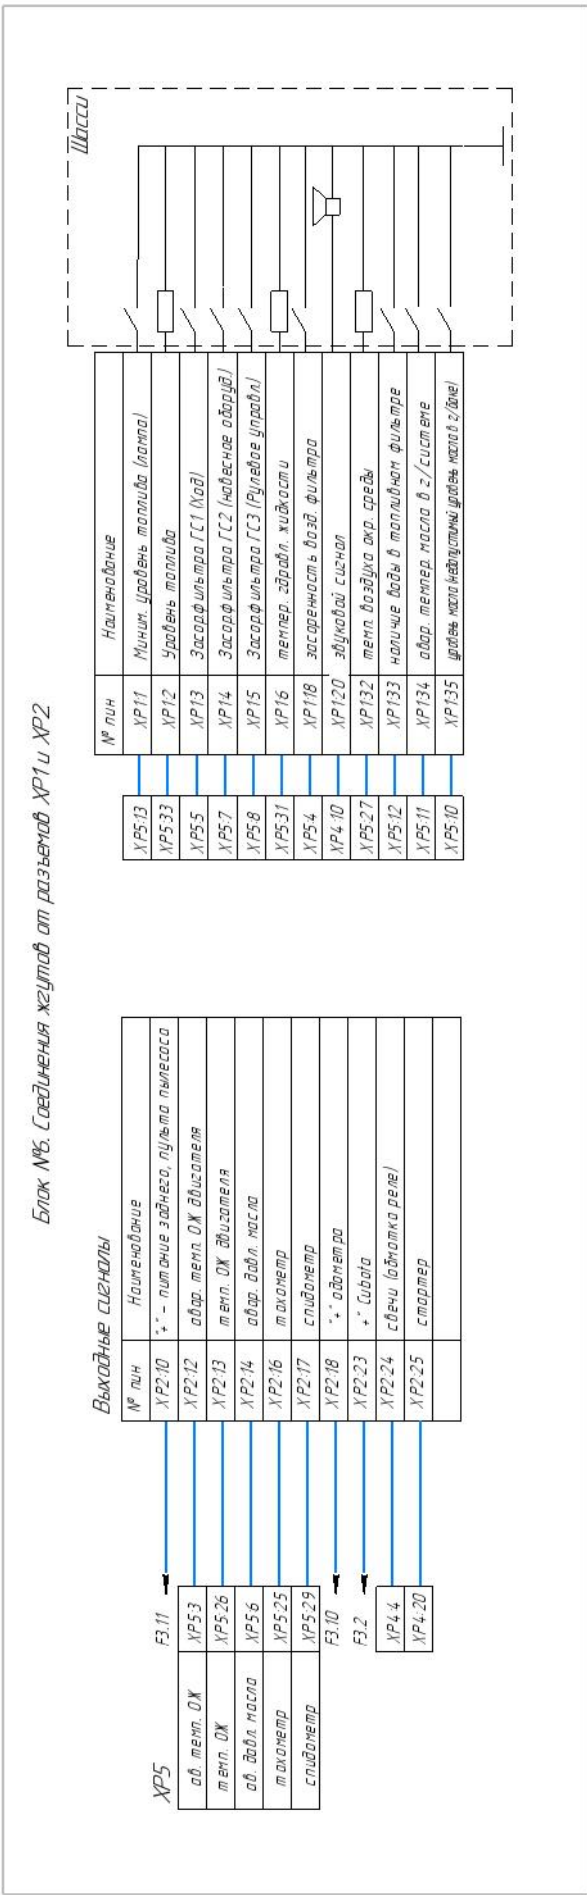

Рис. 16.6 – Блок схема электрическая принципиальная
- Рис. 16.6 Блок схема эл. принципиальная соединение разъёмов